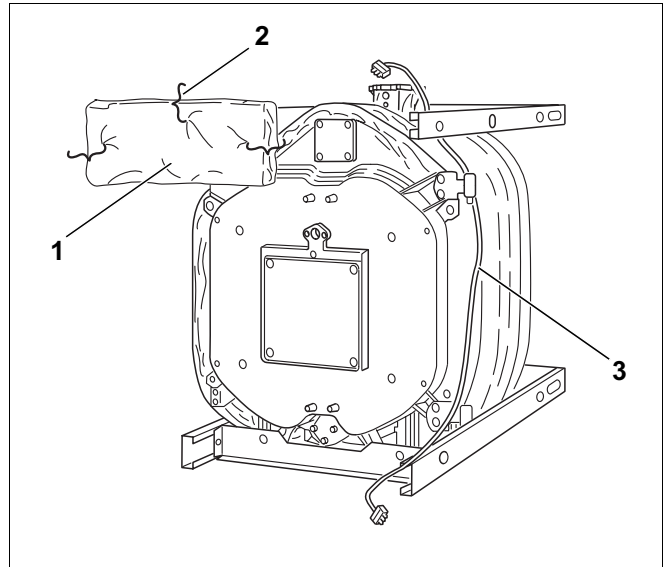

Fig. 39
- Skyv den firkantede isolasjonen på den fremre øvre traversen (fig. 39, **pos. 1**).
- Fest isolasjonen med 3 spennfjærer (fig. 39, **pos. 2**).
- Før brennerkabelen (fig. 39, **pos. 3**) ned på isolasjonen, på siden av kjelblokken.